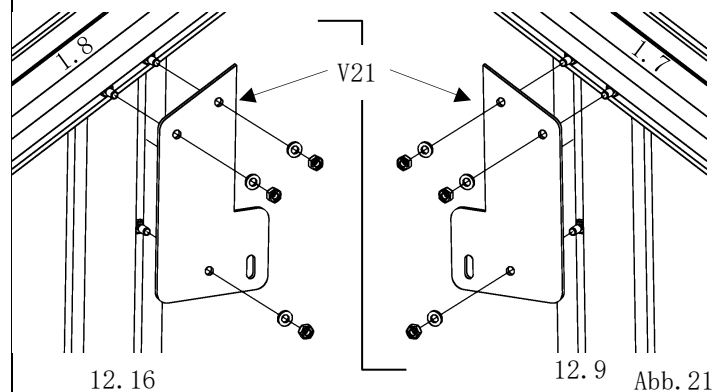

Abb. 21
- die Verschraubungen handfest anziehen! (Abb. 21)